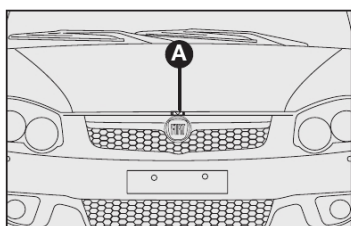

fig. 112
- 2) Mover a trava localizada sob o capô para cima A-fig. 112;